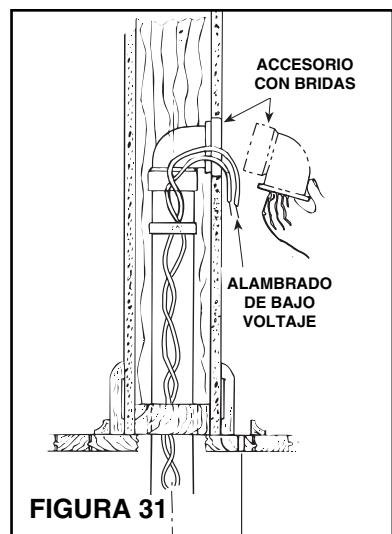

FIGURA 31
- Aplique cemento al tubo e instale el accesorio de pared con bridales. Asegúrese de que el accesorio esté bien fijado y sellado (Figura 31).